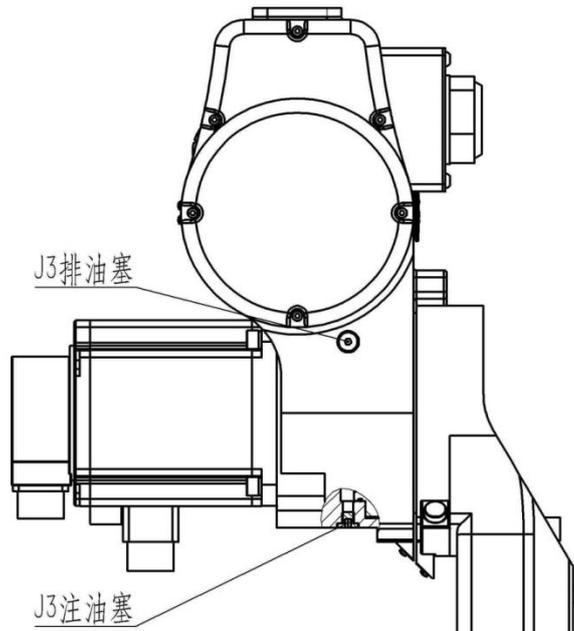

图 3.3 J3 轴油口示意图
J3 轴油口位置，参考章节 3.3.4，图 3.3
3) J3 轴油脂补充与更换 (参考图 3.3)